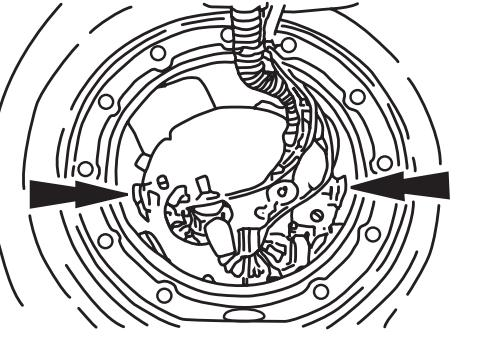

FIGURA 1
K) Levante el conjunto de unidad de tanque hacia arriba y hacia fuera del tanque de combustible hasta que pueda tener acceso a las lengüetas de traba. Alcance a través de la apertura, apriete las lengüetas de traba y quite el módulo del tanque de combustible, elevándolo hacia arriba y hacia fuera. Vea la Figura 1.